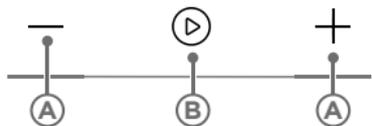

Fig. 7
1. Para configurar a opção de modo automático do timer digital, aperte os botões “” ou “” para configurar o tempo de duração do preparo (“A” - Fig. 7). O ajuste de horas e minutos segue o mesmo padrão do ajuste do relógio. O tempo máximo permitido é de 12 horas.
2. Após ajustar o tempo, aperte o botão “” para confirmar (“B” - Fig. 7). Após essa configuração, os ícones “” e “” ficarão aparecendo no display durante o tempo determinado (“C” - Fig. 7).